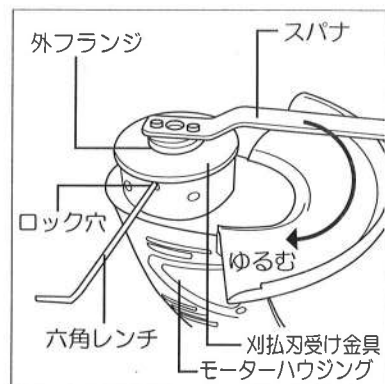

図6
①本機を裏返しにしてください。
②付属品の六角レンチを、モーターハウジング側面の回転ロック穴に差込みます。(図6参照)
③付属品のスパナ凸部を、外フランジの穴に合わせてゆっくり回すと、回転軸がロックされます。(図6参照)
(図6参照)